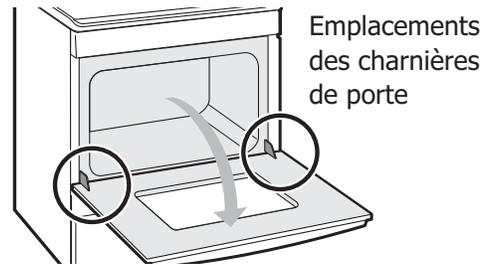

Figure 42 : Emplacement des charnières de porte
1. Ouvrez complètement la porte du four (Figure 42).
3. Ouvrez complètement la porte du four. (Figure 42).